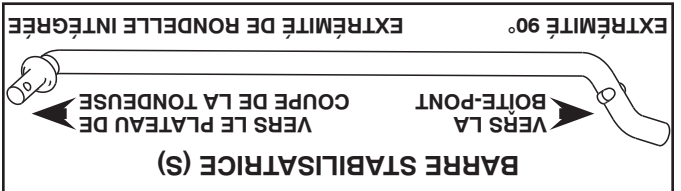

Fig. 9
- 5. LE CAS ÉCHÉANT, INSTALLER LA BARRE STABILISATRICE (S). (Voir la Fig. 9 - 11)